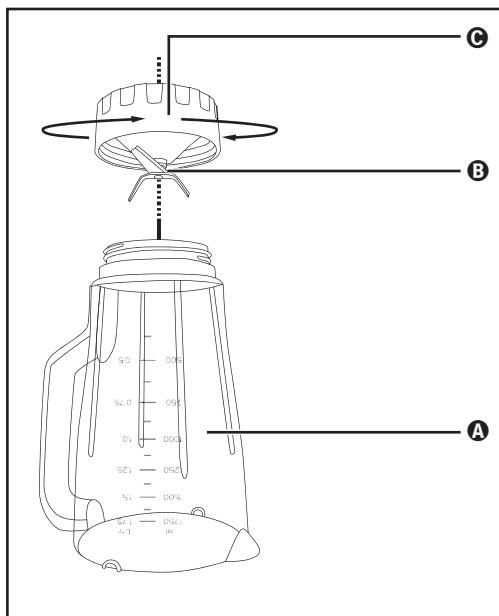

Fig. 3
- 2) Renversez l'appareil et tournez la pièce en plastique inférieure Ⓒ du bol mixeur ③ dans le sens antihoraire afin qu'elle se détache de la pièce en plastique supérieure Ⓐ du bol mixeur ③ (voir fig. 3).